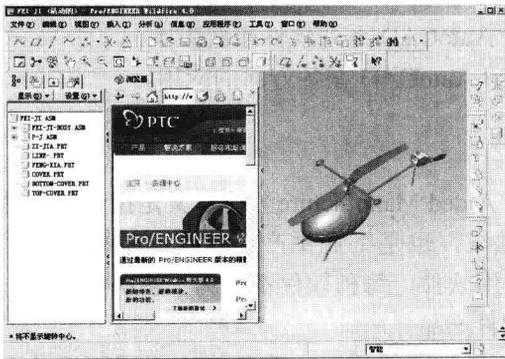

图 1-2 Pro/E Wildfire 4.0 的主界面
- Pro/Engineer (Parametric Technology 公司出品): 该软件以参数化、基于特征、全相关等概念著称,可用于三维模型的建立、加工、分析等。Pro/Engineer 的主要特点是参数化技术,贯穿于软件的各个模块,如建模、装配、绘图、工程分析、数控编程、布线设计和概念设计等。如图 1-2 所示是 Pro/E Wildfire 4.0 的主界面。